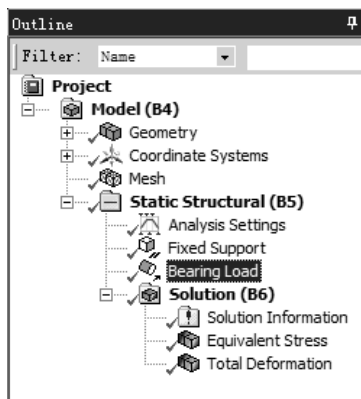
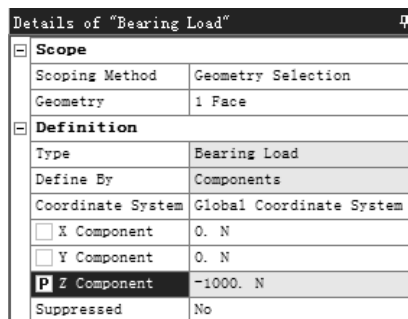
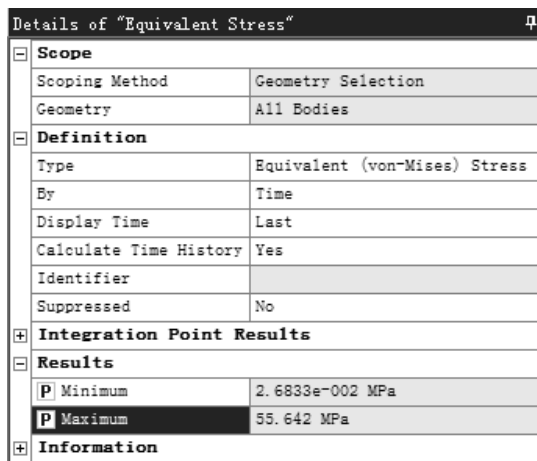
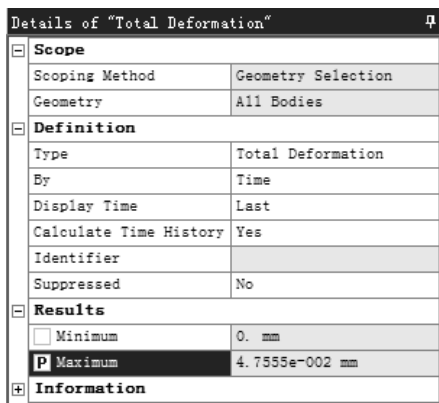

图 2.3.13 “Outline”窗口
图 2.3.14 “Details of ‘Bearing Load’”对话框
图 2.3.15 “Details of ‘Equivalent Stress’”对话框
图 2.3.16 “Details of ‘Total Deformation’” 对话框
(1) 在“Engineering Data”项目列表中双击  选项，进入模型界面。
(2) 在图 2.3.13 所示的“Outline”窗口中选中  Bearing Load 节点，然后在图 2.3.14 所示的“Details of ‘Bearing Load’”对话框中选中  P Z Component 选项，将轴承载荷作为第 2 个输入参数。
(1) 在图 2.3.13 所示的“Outline”窗口中选中 **Equivalent Stress** 节点，然后在图 2.3.15 所示的“Details of ‘Equivalent Stress’”对话框中选中 **P Minimum** 和 **P Maximum** 选项，将最小和最大应力作为输出参数。
(2) 在图 2.3.13 所示的“Outline”窗口中选中 **Total Deformation** 节点，然后在图 2.3.16 所示的“Details of ‘Total Deformation’”对话框中选中 **P Maximum** 项目，将最大位移作为输出参数。